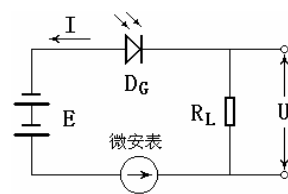

图 8.3 光敏二极管测试电路
- 2、按图 8.3 所示电路图接线，注意光敏二极管是工作在反向工作电压区的，可用稳压电源上的 $\pm 10V$ 或 $\pm 12V$ 电源。